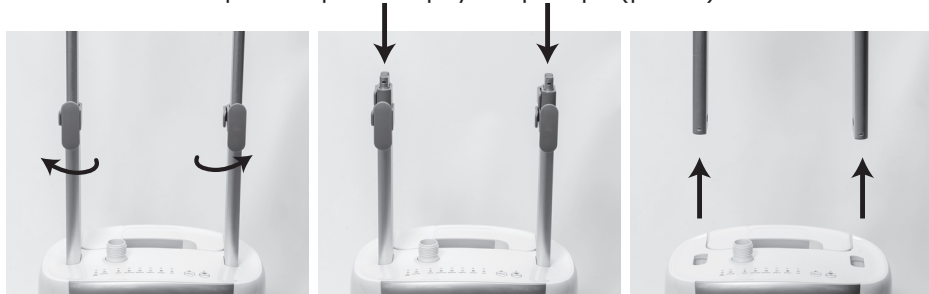

Рис. 9
8.1.2 Сложите телескопические стойки, зафиксируйте в этом положении, затем выньте из фиксатора на корпусе прибора (рис. 9)